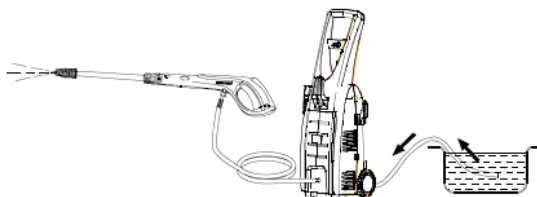

рис. 5
- Соедините пистолет-распылитель с отверстием для выхода воды (рис.5)